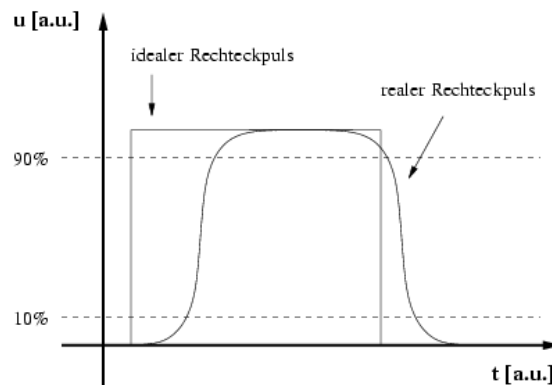

Abbildung 3: Idealer und realer Rechteckpuls..
- Verwenden Sie jetzt nur noch einen Kanal. Stellen Sie den Generator auf ein Rechtecksignal mit der Frequenz 1 MHz und einer Amplitude von 1 Volt ein. Messen Sie die Anstiegszeit, d.h. die Zeit, welche das Signal braucht um von 10% auf 90% der Amplitude zu kommen (siehe Abb. 3). (Hinweis: verwenden Sie die automatische Messfunktion des Oszilloskops und mitteln Sie über mehrere Perioden).